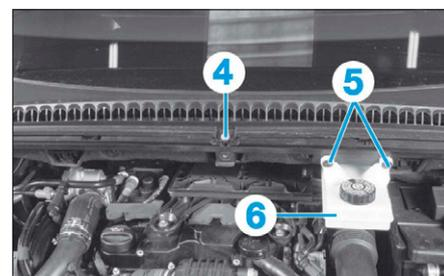

FIG. 62
- la vis centrale (4) (Fig.62),
- les vis du bocal de liquide de frein (5).